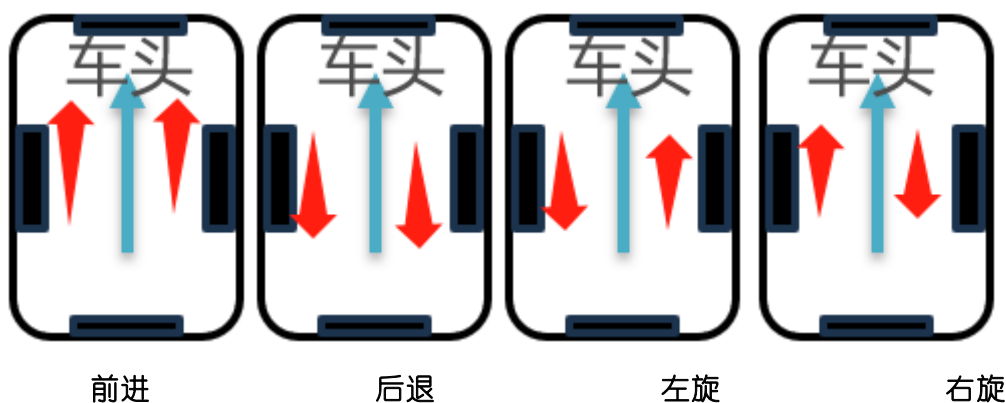

图 3-8 手动 AGV 运行方向示意
7、用第“6”步的两种“手动控制”方式中的一种对 AGV 进行控制，观察“驱动轮”转动情况，如“图 3-8”，其中红色箭头所指为“驱动轮转动方向”，是正常状态。
若“驱动轮”不转或者转动方向与“图 3-8”不一致, 请按下面方式排查问题: